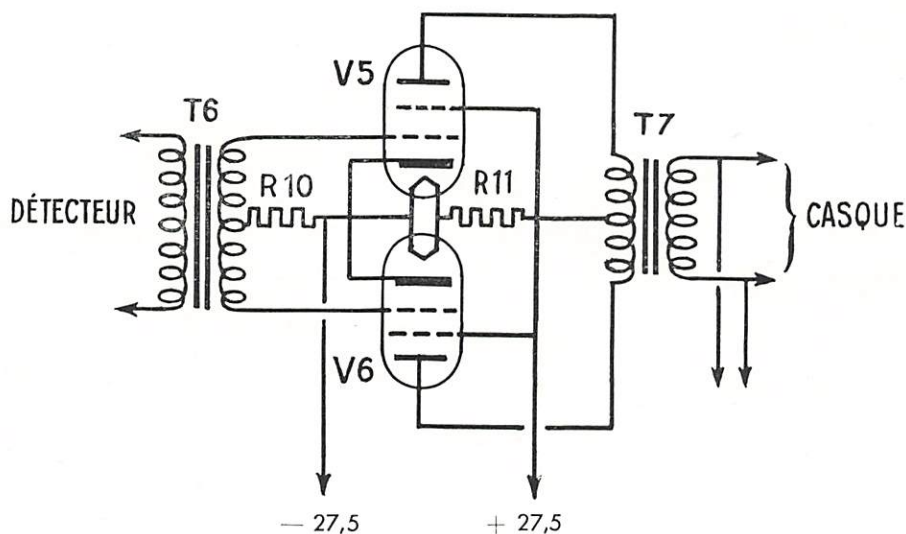

Fig. 5. — Amplificateur B F de sortie.
5.5. AMPLIFICATEUR BF DE SORTIE (Fig. 5).
Nota. — La capacité C 20 n'est pas représentée sur la fig. 5 (voir schéma général, planche IV).